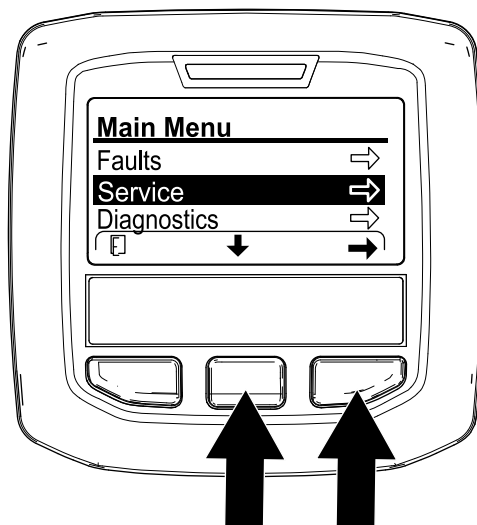

Рисунок 177
4. В инфо-центре перейдите в MAIN MENU (Главное меню) (Рисунок 177).